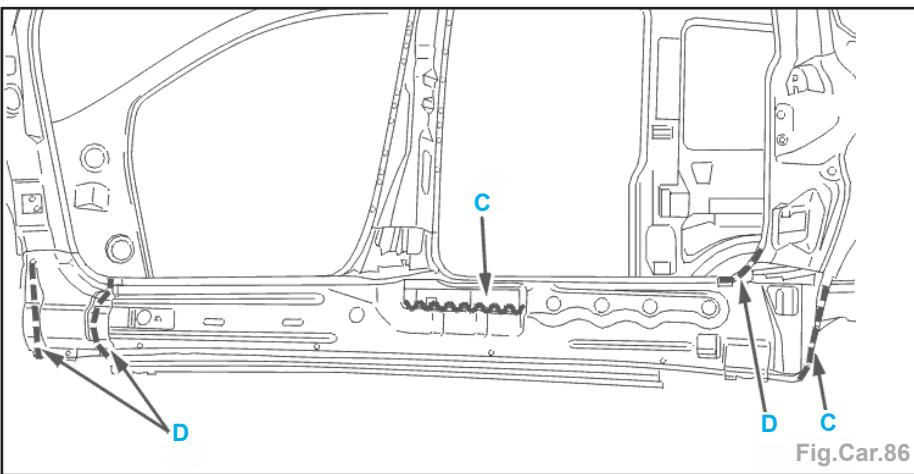

Fig.Car.86
- Appliquer une colle de calage structurale (suivant C) (Fig.Car.86).